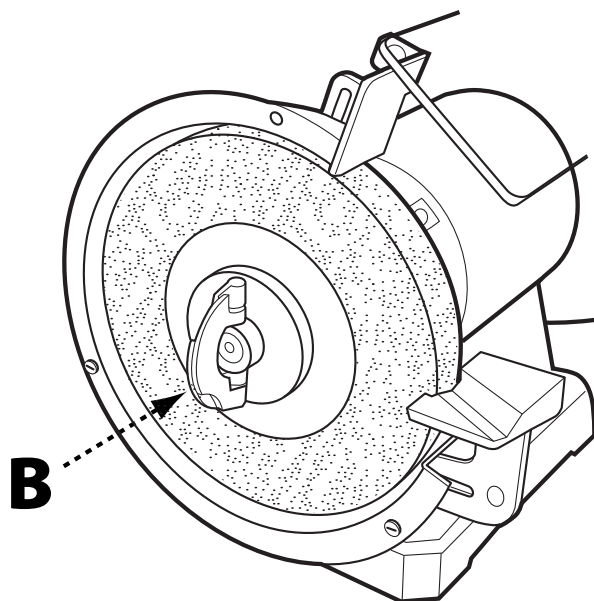

FIGURA 5
4. Sujete firmemente las alas de la tuerca del eje (B) con una mano al tiempo que usa la otra para impedir que la muela se mueva. Vea la Figura 5. Apriete la tuerca del eje tanto como sea posible.